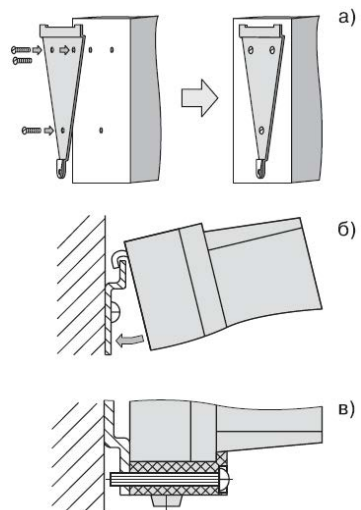

Рисунок 7.1 – Установка прибора на-
- 1) Закрепите кронштейн тремя винтами М4 на поверхности, предназначенной для установки прибора (см. Приложение А и рисунок 7.1, а).
- 2) Зацепите крепежный уголок на задней стенке прибора за верхнюю кромку кронштейна (рисунок 7.1, б).
- 3) Прикрепите прибор к кронштейну винтом М4 × 35 из комплекта поставки (рисунок 7.1, в).